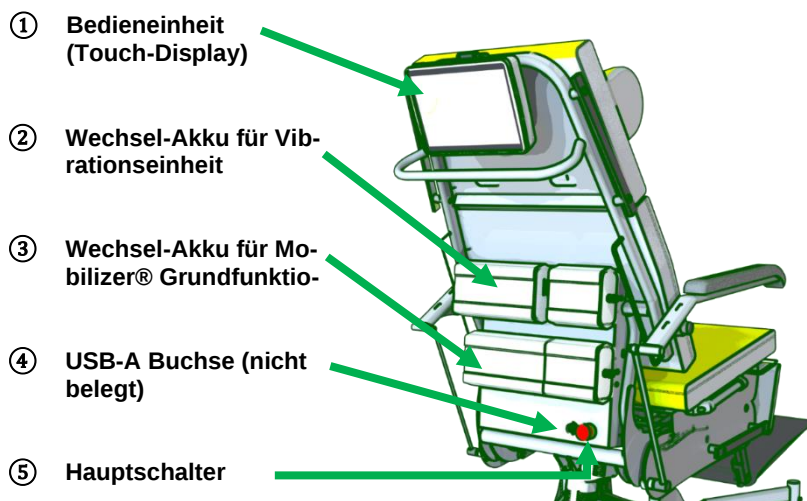

Abb. 7 Übersicht Komponenten an der Rückenlehne
Alle relevanten Komponenten der Rückenlehne sind in Abb. 7 dargestellt. Im oberen Teil befindet sich die um 180° schwenkbare Bedieneinheit ① und im unteren Teil die wechselbaren Akkus für die Vibrationseinheit ② und die Medior Grundfunktionen ③. Unterhalb der Akkus sind der Hauptschalter ⑤ und eine USB-Buchse ④ (nur für Wartung) platziert.